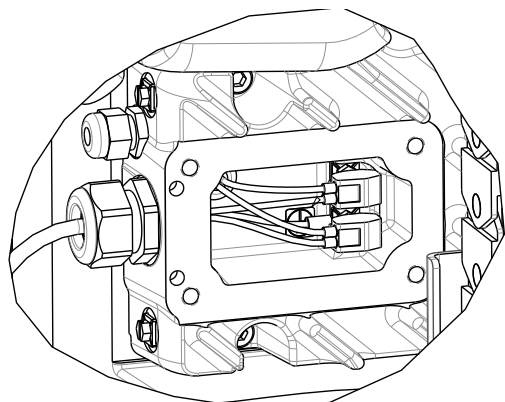

図 47: ドライバーハウジングのワイヤ
- a. アンビエント式シングルラム供給システムを使用している場合は、赤い切断スイッチ (AZ) を切ります。
- b. 加熱シングルラム供給システムを使用している場合は、赤い切断スイッチ (AZ) を切ります。
- c. アンビエント式タンデムラム供給システムを使用している場合、ドライバーが取り外されているラム供給ユニットの赤い切断スイッチ (AZ) を切ります。
- d. 加熱タンデムラム供給システムを使用している場合、ドライバーが取り外されているラム供給ユニットの赤い切断スイッチ (AZ) を切ります。
4. ドライバー (AB) から電源を外します。
- a. ドライバーハウジングカバー (HC) を取り外します。
- b. ドライバーハウジング内部のワイヤの接続を外します。図 47。